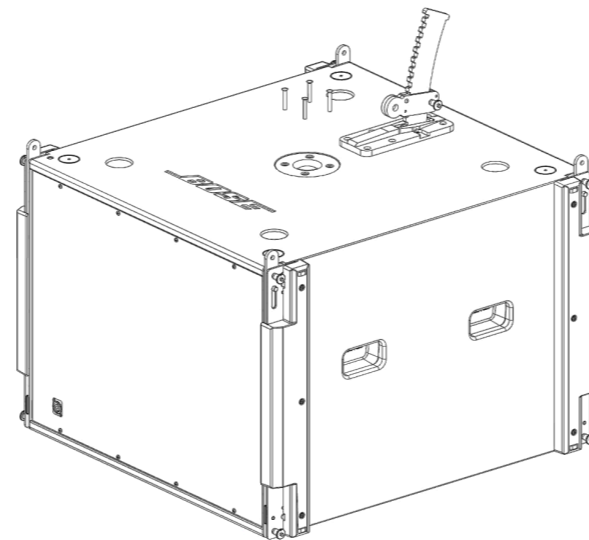

图 5.卸下杆安装螺丝
3. 卸下将杆安装座架固定到低音箱顶部的 4 颗螺丝。不要卸下实际的杆安装座架。参见图 5。